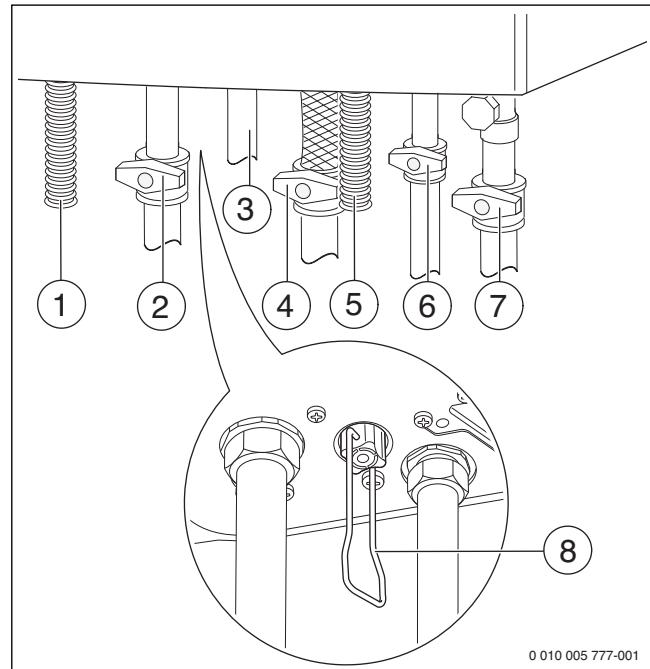

Рис. 26 Подключения газа и воды (дополнительная комплектация)
- ▶ Котлы GB062 ..K..: откройте кран холодной воды (→ рис. 26) и держите кран горячей воды открытым до тех пор, пока из него не потечёт вода.
- ▶ Откройте краны подающей и обратной линий отопления (→ рис. 26).
- ▶ Заполните отопительную систему до давления 1-2 бар (→ рис. 26) и закройте кран для заполнения и слива.